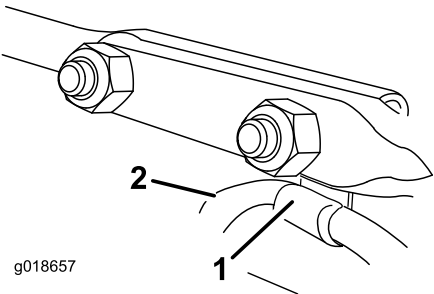

Figura 16
- Insira o clipe dos cabos que suporta o cabo do deflector sob a cabeça do parafuso de carroçaria frontal e prenda os parafusos da carroçaria com as porcas de bloqueio do saco das peças soltas (Figura 16).